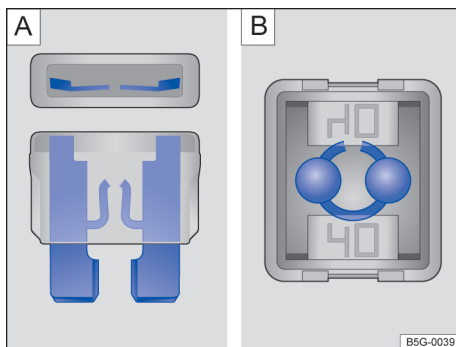

Fig. 178 Fusível queimado: A) fusível plano, B) fusível de bloqueio.
- Um *fusível plano* (ATO®, MINI®) queimado é reconhecido de cima ou de lado pela carcaça transparente nas faixas metálicas derretidas → Fig. 178 **A**.
- Um *fusível de bloqueio* (JCASE®) queimado é reconhecido pelas faixas metálicas derretidas por cima da carcaça transparente → Fig. 178 **B**.